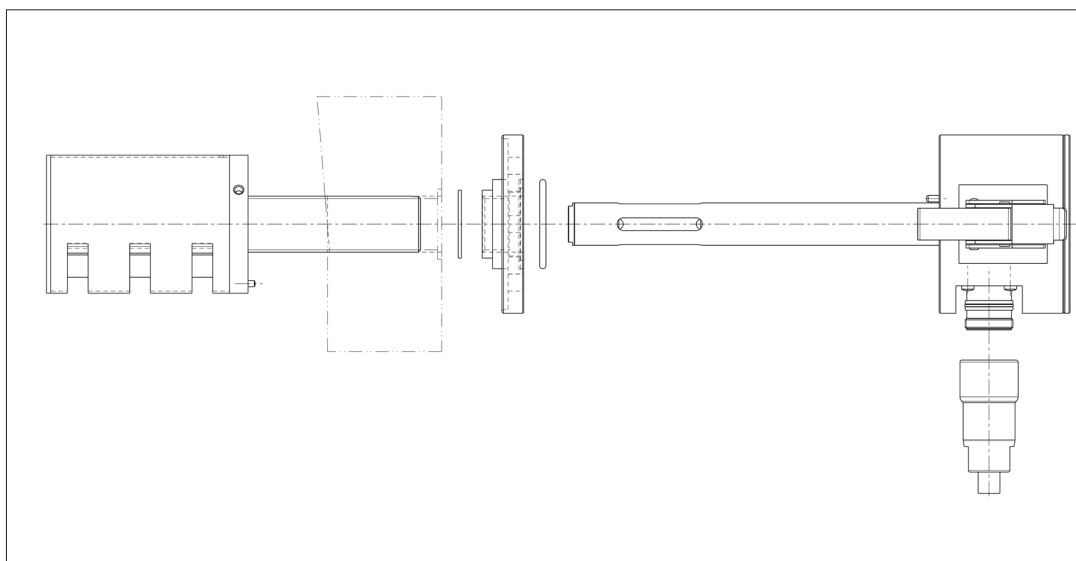

Fig. 5.2 Instalación Paso 1
- Tome el SOG y atorníllelo desde el lado interno del cárter dentro del agujero hasta que 16 mm del hilo se superpongan con la superficie exterior. La marca TOP y la ranura están en la parte superior. Esta posición es importante para el correcto funcionamiento de SOG. Fig. 5.2.